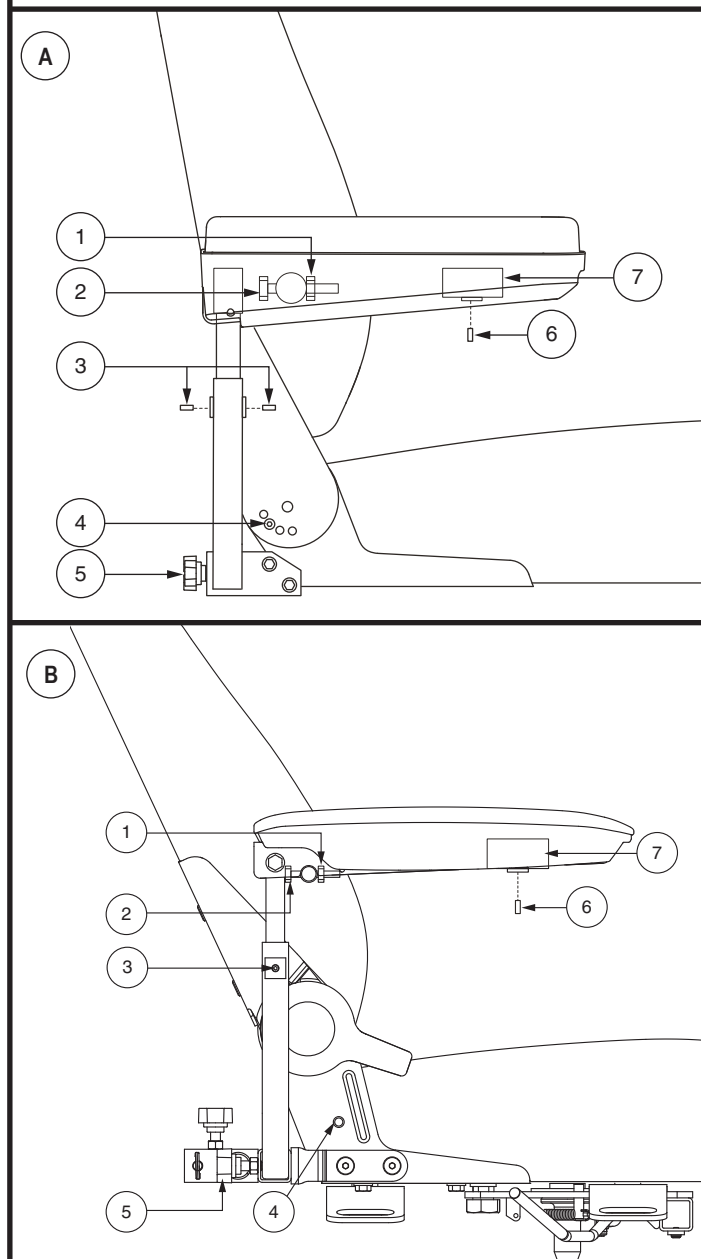

Figure 14. Réglages accoudoirs et dossier
**NOTE:** *Le trousse de réglage de siège la plus commune est illustrée dans la figure 14. Il se peut que votre produit soit configuré différemment. Toutes les configurations fonctionnent de la même manière.*
1. Retirez la vis de réglage de l'inclinaison du dossier de chaque charnière. **Voir la figure 14.**
1. Repérez les deux boutons de réglage sur le support des accoudoirs. **Voir la figure 14.**
1. Relevez l'accoudoir perpendiculaire au plancher. **Voir la figure 14.**
1. Desserrez la vis de réglage sur le support d'accoudoir. **Voir la figure 14.**
2. Desserrez la vis de réglage sous l'accoudoir. **Voir la figure 14.**
5. Desserrez la vis de blocage. **Voir la figure 14.**